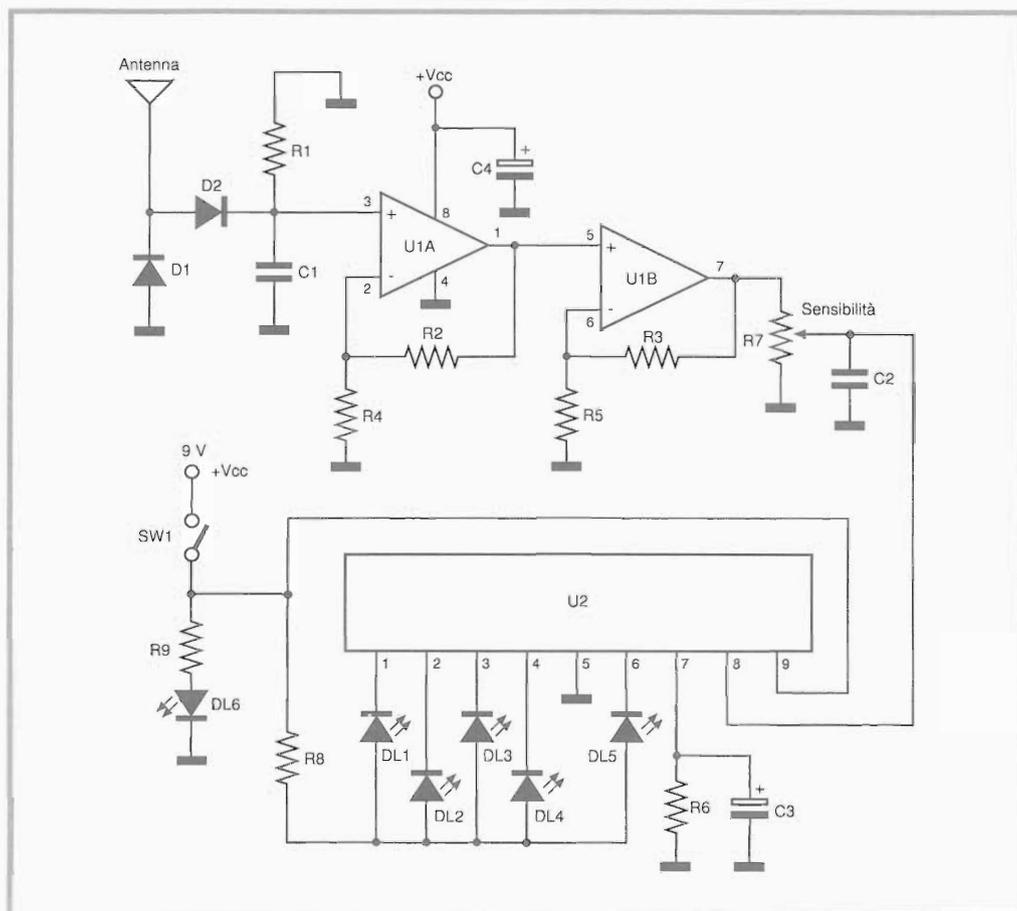

Figura 5.3. Schema elettrico del rivelatore.
Il principio di funzionamento del circuito è estremamente intuitivo (vedi Figura 5.3); esso è basato sulle caratteristiche intrinseche di due diodi al germanio, che hanno la capacità di rivelare la presenza di radiofrequenze. Innanzitutto bisogna precisare che il segnale RF emesso da una microspia è di tipo alternato ad alta frequenza (HF) ed è in genere compreso tra 1 e 250 MHz. Tale segnale, una volta captato dall'antenna del nostro misuratore di campo, viene trattato dai due diodi al germanio accennati, che fungono da duplicatore di tensione e trasformato poi, da alternato che era, in segnale di tipo continuo. Questo è affidato al successivo stadio costituito da due amplificatori operazionali, posti in "cascata", con guadagno 50 ciascuno, per un guadagno complessivo di 2500, che corrisponderà ad un livello di tensione dell'ordine dei volts. Ora il segnale è compatibile con le specifiche di funzionamento del circuito integrato usato per la visualizzazione dell'intensità di campo, ma è frapposto ad essi da un potenziometro predisposto per l'esatta taratura, di volta in volta, di tale circuito. Il circuito integrato U2 è essenzialmente un comparatore di livello di soglia, a 5 stadi, con stabilizzatore di tensione interno, comunemente chiamato VU-Meter. Il suo compito è quello di fornire tensione, progressivamente e proporzionalmente all'intensità di campo misurata, ad una serie di 5 LED (significativamente di colore rosso). Il circuito è inoltre dota-